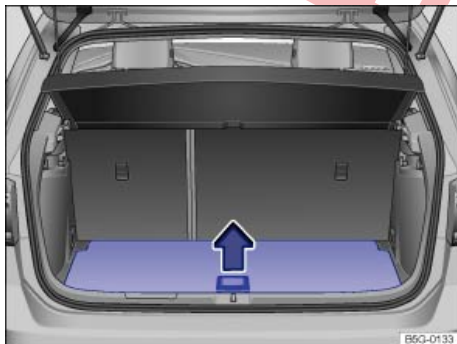
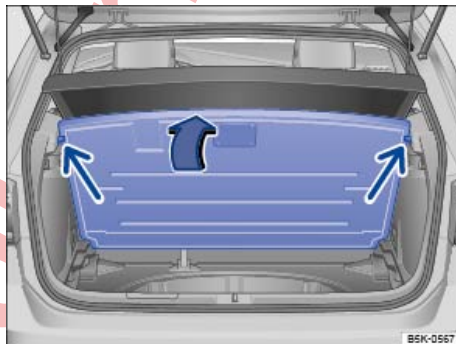

Fig. 140 En el maletero: levantar el piso variable.
Fig. 141 En el maletero: piso variable levantado.
- Para *abrir* el piso, agárrelo por la cavidad ⇒ fig. 140 y levántelo hasta que quede sujetado por los encastres laterales (flechas) ⇒ fig. 141.
- Para *bajar* el piso, guíelo hacia abajo y deposítelo ⇒ ①.